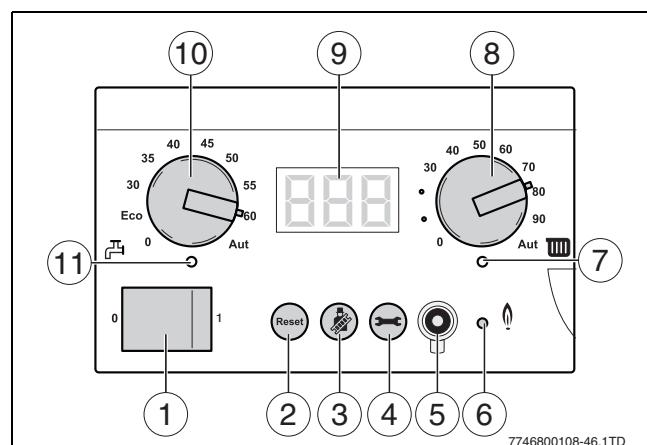

Рис. 6 Панель управления
- Установите пусковой выключатель в положение «1» (→ рис. 6, [1]).